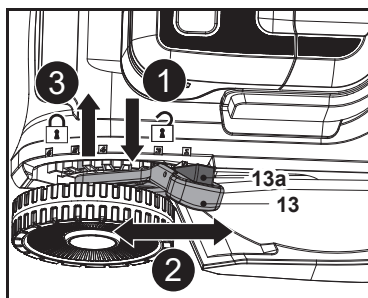

Fig. 10
1. Ține apăsat butonul de blocare (13a) (fig. 10, pasul 1).
2. Mișcă maneta (13) înainte sau înapoi pentru a regla înălțimea de tăiere (fig. 10, pasul 2).
3. Eliberează butonul de blocare (13a) și asigură-te că maneta (13) se cuplează corect în poziție (fig. 10, pasul 3).